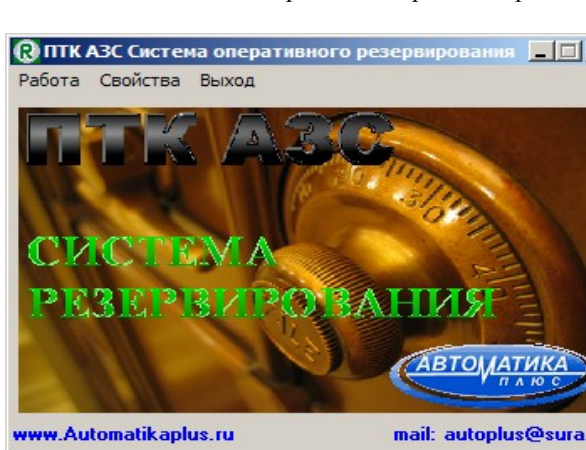

Рис. 71
2. Выполните двойной щелчок на  в правом нижнем углу экрана монитора. На экране появится окно «ПТК АЗС. Резервное копирование файлов», соответствующее рис.71.
Рис.71а
Рис. 71б
3. В меню «Свойства\Настройки\Общие» задайте путь для каталога (BACKUP), куда запишется результат резервирования ПТК АЗС (рис.71а). На закладке «Общие» можно задать список дополнительных файлов, которые будут добавлены в резервную копию.
4. Для создания расширенной архивной копии ПТК АЗС в меню «Работа» щелкните кнопку «Создать архивную копию» (рис.71б). На экране начнет отображаться процесс резервирования. По окончании процесса резервирования в каталоге c:\BACKUP появится резервная копия «ПТК АЗС.+». Для остановки процесса резервирования щелкните кнопку «Остановить».
1. Выполните двойной щелчок на в правом нижнем углу экрана монитора. На экране появится окно «ПТК АЗС. Резервное копирование файлов», соответствующее рис.71а. В меню «Свойства\Настройки» откройте закладку «Задания». На экране появится окно, соответствующее рис.74. В этом окне отображаются все задания на автоматическое резервирование.